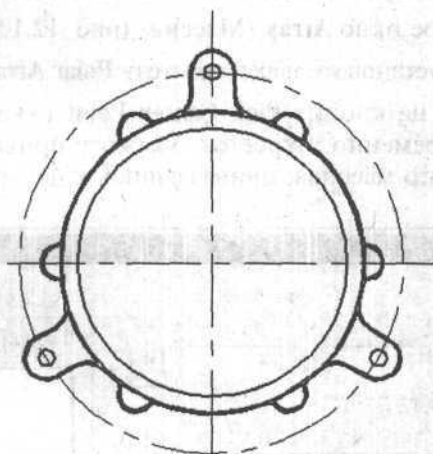

Рис. 12.11. Результат размножения объектов круговым массивом
Дополнительные выступающие части построим, размножив полярным массивом уже построенные элементы (см. рис. 12.11).
- На чертеже будет построено два дополнительных выступа. Аналогичным образом размножим полярным массивом и вторую выступающую часть из шести элементов (рис. 12.11).